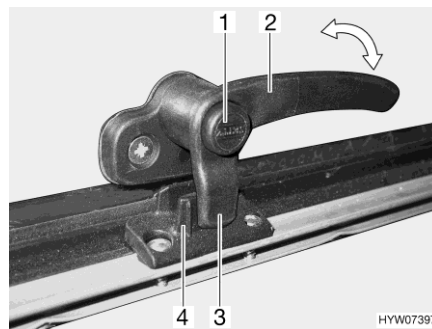
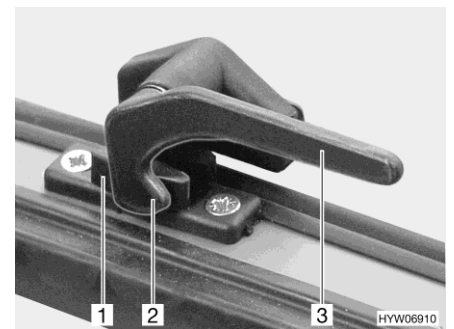

Fig. 112 Palanca de bloqueo con botón de seguridad en la posición "cerrada"
Fig. 113 Palanca de bloqueo en la posición "cerrada"
- Si existe, pulsar el botón de seguridad (Fig. 112,1) y mantenerlo pulsado.
- Girar la palanca de bloqueo (Fig. 112,2 ó Fig. 113,3) un cuarto de vuelta hacia la mitad de la ventana.
- Girar la palanca de bloqueo (Fig. 112,2 ó Fig. 113,3) un cuarto de vuelta hacia el marco de la ventana.
- El saliente de bloqueo (Fig. 112,3 ó Fig. 113,2) de la palanca de bloqueo se encuentra en la cara interior del bloqueo de la ventana (Fig. 112,4 ó Fig. 113,1).
- En la posición "cerrada fijamente" (Fig. 112 y Fig. 113)